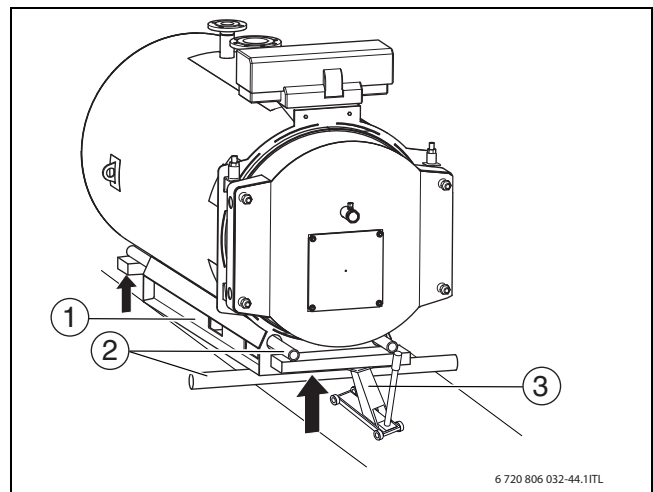

Fig. 11 Transportul cazanului de încălzire cu role
- Montați țeavile (→ fig. 11, [2]).